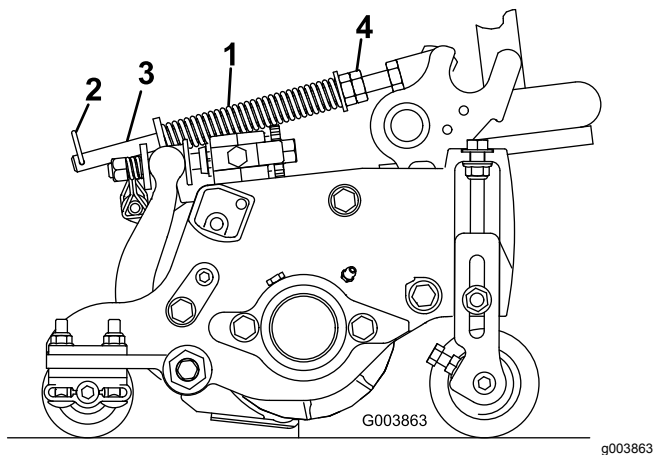

Bild 15
Die Rasenkompensierungsfeder (Bild 15) verlagert das Gewicht von der Front- zur Heckrolle. Dies reduziert ein Bobbing genanntes Wellenmuster auf der Rasenfläche.
1. Stellen Sie sicher, dass der Lastösenbolzen in das hintere Loch in der Federstange eingesetzt ist (Bild 15).
2. Ziehen Sie die Sechskantmuttern vorne an der Federstange an, bis die zusammengedrückte Länge der Feder am Reelmaster 5410 mit 12,5-cm-Schneideeinheiten 12,7 cm oder am Reelmaster 5510 und mit 17,8-cm-Schneideeinheiten 15,9 cm beträgt, siehe Bild 15.